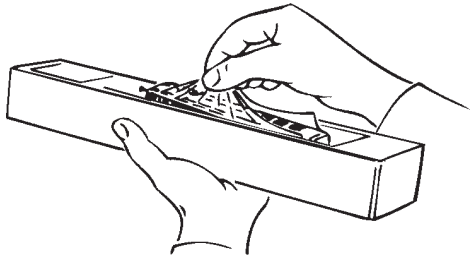

Fig. 2
**Betriebsbedingungen:** Es empfiehlt sich, das Modell 30 Minuten vorwärts und 30 Minuten rückwärts ohne Belastung **einlaufen zu lassen**, damit Ihr Modell einen **optimalen Rundlauf** und **beste Zugkraft** bekommt. Der kleinste befahrbare Radius für dieses Modell ist **R3** (419,6 mm) des ROCO-Gleissystems ohne Kolbenschutzrohre (Fig. 2).
**Operating instructions:** Before use is advisable to let the loco go around about 30 minutes forwards and 30 minutes backwards without load, to obtain an optimal circuit and best tractive power. The smallest radius this model should run is **R3** (419,6 mm) of the ROCO track system without tubes protection pistons (fig. 2).
**Conditions de rodage:** Afin d'assurer les meilleures conditions de marche tranquille et de traction puissante à votre modèle nous vous conseillons un rodage du modèle de 30 minutes environ en marche avant et d'autres 30 minutes en marche arrière. Pendant cette période la marche doit se faire "haut le pied". Le rayon minimal admissible du modèle présent est fixé à 419,6 mm, soit le rayon **R3** des voies Roco (uniquement des tiges de piston, fig. 2).